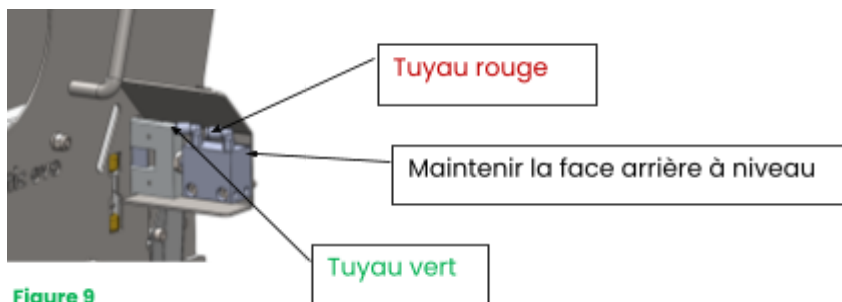

Figure 9
Étape 6 : Remettre le dispositif de coupe à sa place comme illustré à la figure 9. Positionner la face arrière du cylindre à niveau avec le porte-lame. Fixer le cylindre à l'aide des vis à six pans creux, des rondelles et des écrous.
Étape 7 : Connecter les tuyaux selon la figure 9. Bien respecter la couleur !